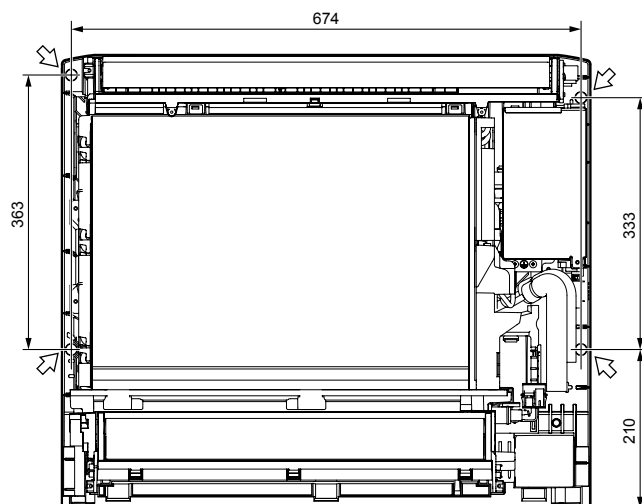

Fig. 3-5
3.3. Aufstellung der Innenanlage (Fig. 3-5)